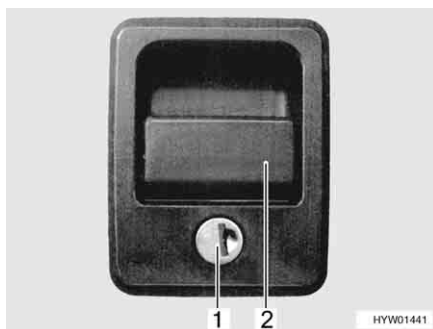

Bild 30 Klappenschloss mit Griffschale
- Schlüssel in Schließzylinder (Bild 30, 1) stecken und eine viertel Umdrehung drehen. Das Klappenschloss ist entriegelt.
- Am Schlossgriff (Bild 30, 2) ziehen. Die Außenklappe ist geöffnet.